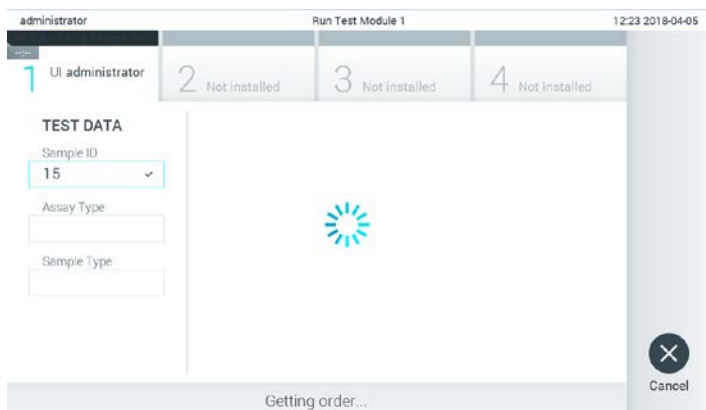

Рис. 73. Экран во время загрузки заказа на анализ.
3. Идентификатор пробы будет отправлен на хост-систему, и, пока QIAstat-Dx Analyzer 1.0 ожидает заказа на анализ, будет отображаться сообщение «Getting order...» (Получение заказа...) (рис. 73).